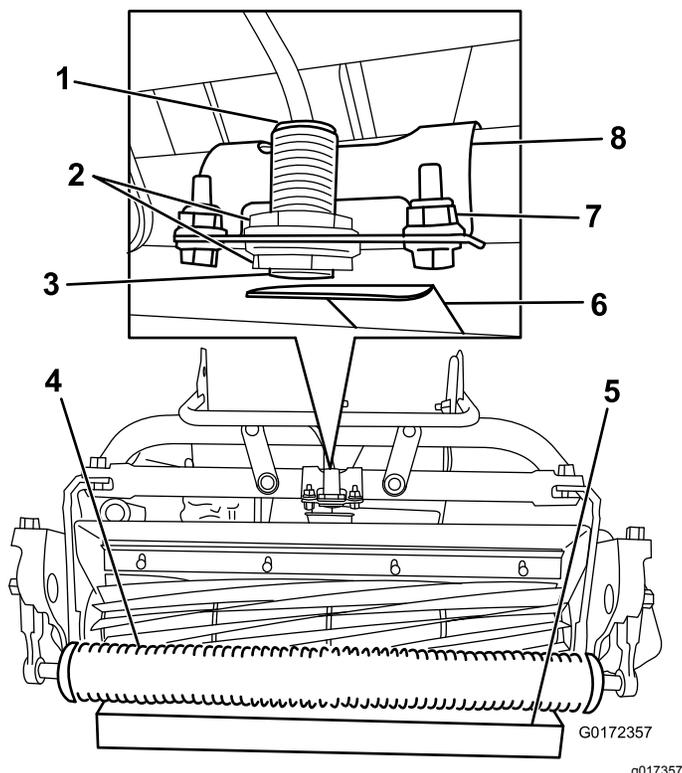

Bild 16
2. Lösen Sie die Klemmmuttern am Sensor und stellen Sie den Sensor so ein, dass ein Gewinde unter der unteren Klemmmutter sichtbar ist (Bild 16).
4. Stellen Sie einen 3,8 cm dicken Block unter die Rolle an der Frontschneideinheit (**Bild 16**).
5. Lösen Sie die Befestigungen, mit denen die Sensorhalterung am Rahmen befestigt ist (**Bild 16**).
8. Drehen Sie die Sensorhalterung zur Zielplatte, bis die Lampe oben am Sensor aufleuchtet (**Bild 16**). Wenn sie bereits aufleuchtet, drehen Sie sie von der Zielplatte weg, bis sie ausgeht; drehen Sie sie dann in umgekehrter Richtung, bis sie wieder aufleuchtet.